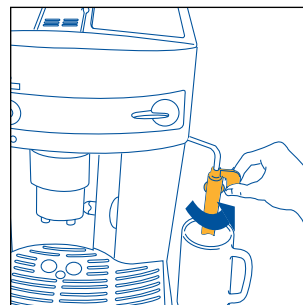
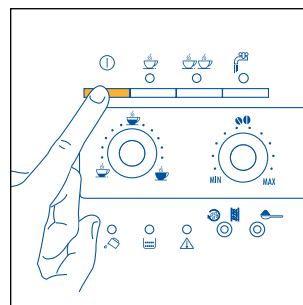
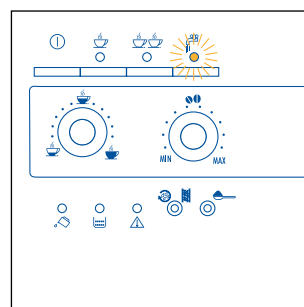

Fig.3
Fig.4
Fig.22
2. Verplaats het cappuccinomondstuk naar buiten toe, zet er een kopje onder (fig. 3) en schakel de machine in door te drukken op de knop ① (fig. 4).
- draai het cappuccinomondstuk naar de buitenkant van het apparaat toe (fig. 3).
- Zet een recipiënt onder het cappuccinomondstuk (fig. 3).
- Zet een leeg recipiënt onder het cappuccinomondstuk (fig. 3). Draai de stoomknop een halve toer tegen de wijzers van de klok in (het controlelampje  knippert, fig. 22). Geef gedurende enkele seconden water en stoom af, tot alleen stoom afgegeven wordt.